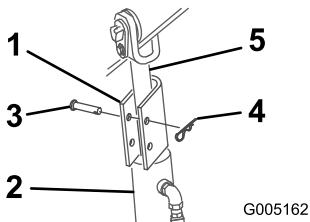

Figura 25
- Posizionate un blocco del cilindro sull'asta di ogni cilindro di sollevamento (Figura 25).
- Fissate ogni blocco del cilindro con un cavallotto con perno e una coppiglia (Figura 25).